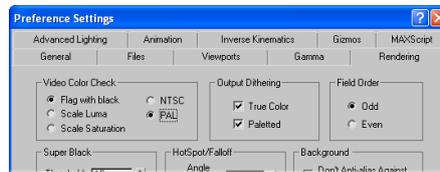

Abbildung 8: In den Preference Settings unter Video Color Check die Einstellungen auf PAL setzen.
1. In den Preference Settings unter Video Color Check die Einstellungen auf PAL setzen (siehe Abbildung 8).